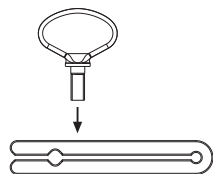

Fig. 18
- Montar el extractor, ver Fig. 18.